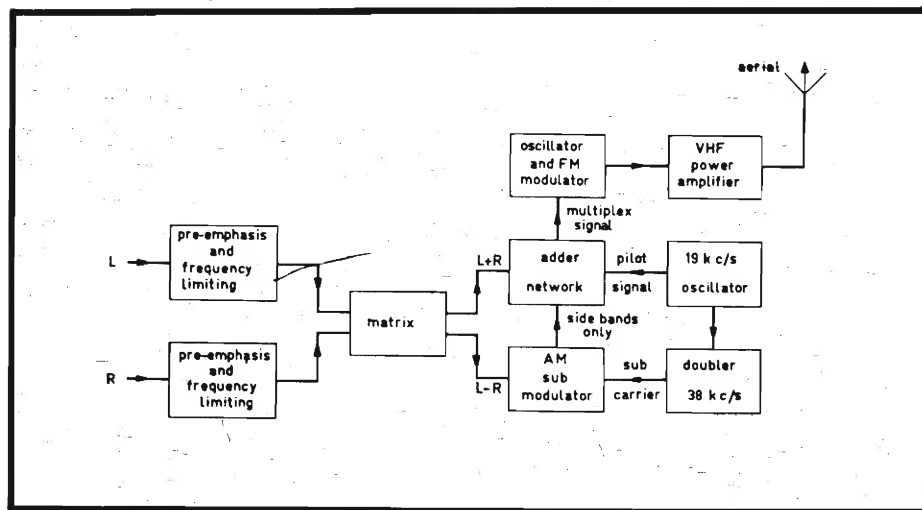

Fig. 1 - Schema di principio di un trasmettitore stereofonico
fig. 1 illustra lo schema di principio di un trasmettitore stereofonico. Il segnale destro (R) e il sinistro (L) dopo aver subito una preenfasi e una limitazione di frequenza fino a 15 kHz, vengono applicati ad una matrice, la quale elabora. In uscita, si hanno rispettivamente la somma del segnale destro e sinistro (L+R) e la loro differenza (L-R). Il segnale-somma (L+R) viene applicato direttamente allo stadio sommatore. Il segnale differenza (L-R) va invece a modulare in AM una sottoportante a 38 kHz. In seguito a questa modulazione si ottengono bande laterali comprese tra 23 e 53 kHz. Per ridurre l'ampiezza complessiva, la sottoportante a 38 kHz viene soppressa, e di conseguenza verranno applicate allo stadio-sommatore soltanto le bande laterali. Lo spettro di frequenze occupato da questi segnali viene illustrato in fig. 2/a. Evidentemente, il ricevitore stereofonico per ricevere le bande laterali (L-R) ha bisogno della portante a 38 kHz, soppressa in trasmissione. Un primo problema che si pone quindi al ricevitore è quello di